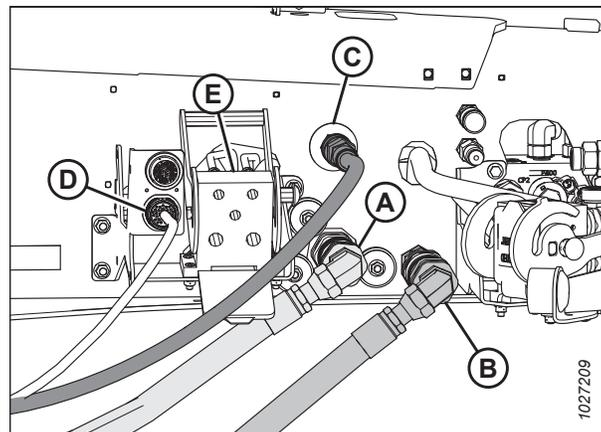

Рисунок 3.57: Гидравлические и электрические соединения M1240 – конфигурация для подключения полотен
Провисание гидравлических шлангов должно быть достаточным для того, чтобы они проходили рядом с многоканальной муфтой (E) на рис. 3.57, страница 53, но не касались ее. Это позволяет предотвратить трение шлангов о многоканальную муфту и соответственно их повреждение. Провисание шлангов можно увеличить, ослабив и отрегулировав держатель шланга на передней ножке косилки и оттянув шланги назад к косилке.